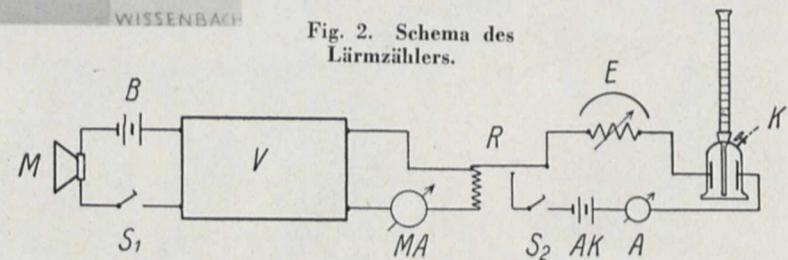

Fig. 2. Schema des Lärmzählers.
Fig. 2 ist eine schematische Zeichnung des Lärmzählers. Als Aufnahmeapparat dient ein gewöhnliches Kohlekörnermikrophon (M). Sobald ein Ton oder ein Geräusch das Mikrophon trifft, fließt bei geschlossenem Schalter S₁ ein Strom in dem Mikrophonkreis B (Batterie) — M (Mikrophon) — und dem in die Zeichnung nicht aufgenommenen Eingangstransformator des Lautverstärkers V. Dieser Strom wird durch den Lautverstärker V so verstärkt, daß ein sehr empfindliches und zugleich wenig träges Relais R betätigt wird. MA ist ein Milliampereometer zur Kontrolle der Wirkung des Verstärkers. Durch Betätigung des Relais R wird bei geschlossenem Schalter S₂ der Stromkreis
Bei den Schallrillen, die den Ton darstellen, unterscheidet man zwei Möglichkeiten (s. Fig. 2): Die Ausbuchtungen können entweder von oben nach unten verlaufen — die Edison-Schrift —, d. h. die Rille wird in ständigem Wechsel tiefer und flacher, oder sie verlaufen von rechts nach links — die Berliner Schrift — d. h. die Rille ist stets gleich tief, verläuft aber auf einem Kreisboden, der ständig Ausbuchtungen nach beiden Seiten zeigt. Im